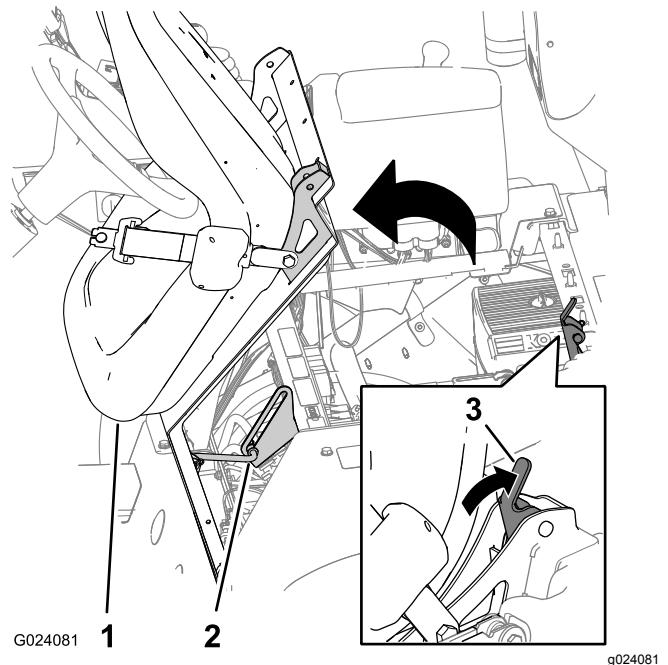

Figura 1
2. Sbloccate il sedile spingendo la maniglia di blocco del sedile all'indietro (Figura 1).
3. Ruotate il sedile e la piastra in avanti fino a quando l'estremità dell'asta di supporto nella relativa staffa non si trova nella parte inferiore della scanalatura della staffa (Figura 1).